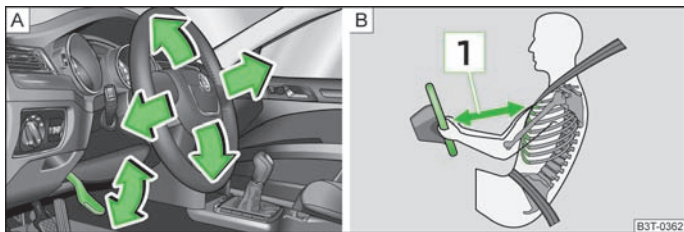

Fig. 112 Volan reglabil: Maneta de sub volan / distanța sigură față de volan
- Respectați o distanță de minim 25 cm [\[1\]](#) față de volan » fig. 112 - B. Dacă nu se respectă această distanță, sistemul airbag nu își poate exercita eficiența maximă - Pericol!
- Rabatați în jos maneta de sub volan » fig. 112 - A.